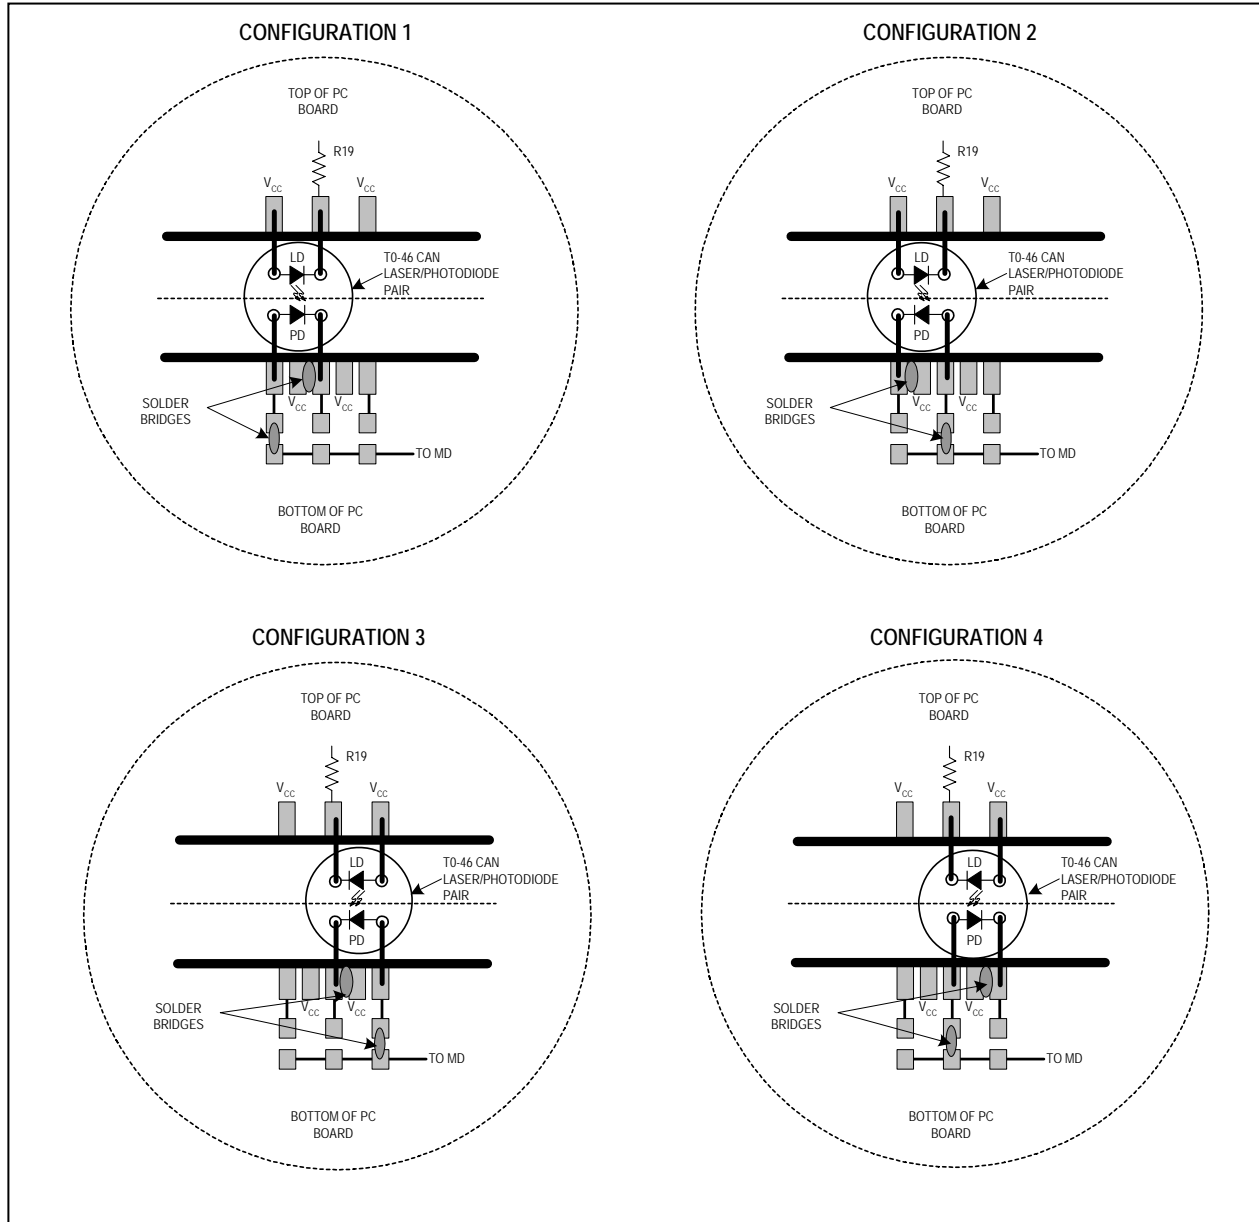

图 1. 配合 MAX3738 评估板使用的激光二极管/监测二极管
- 4) 评估板设计允许连接各种配置的激光器/监测二极管。采用如下方式可以连接带有监测二极管的 TO 探头激光二极管(图 1):
- 在激光二极管焊盘下方将光监测二极管连接至PCB底层(焊接层) 5个焊盘中的 2个焊盘上。请按照图 1所示的方式连接阳极和阴极。